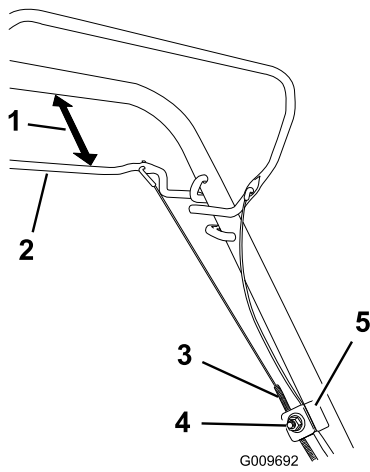

Figura 32
- Afloje la tuerca del soporte del cable (Figura 32).
2. Sujete la barra de la transmisión autopropulsada a una distancia de 25 a 38 mm (1 a 1-1/2 pulgadas) del manillar (Figura 32).
3. Tire hacia abajo de la cubierta del cable (hacia la máquina) hasta eliminar la holgura en el cable (Figura 32).